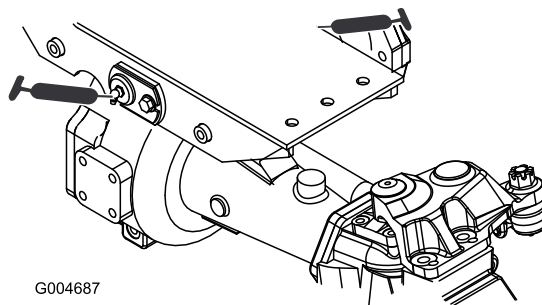

Рисунок 78
- Втулки шарниров переднего и заднего моста (2 шт.) (Рисунок 78)